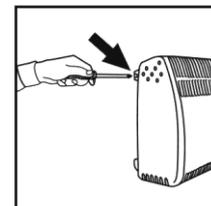

Abb. 4
- Ziehen Sie nun die Schrauben auf der Rückseite des Frostwächters an, so dass dieser sich nicht mehr bewegen lässt (Abb. 4).